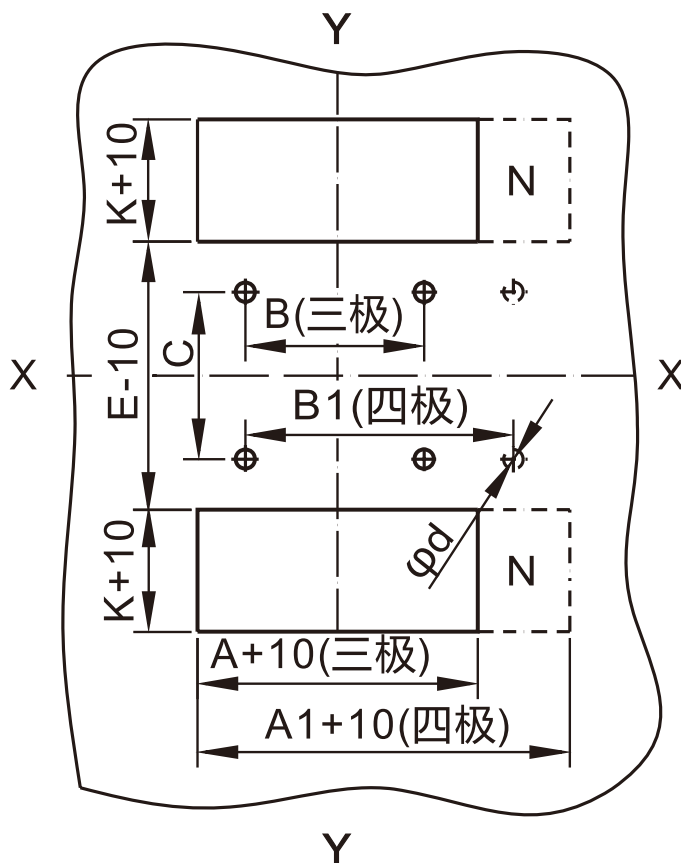

图12 RDM5系列插入式板后接线安装板开孔尺寸(单位:mm)
6.7 插入式板后接线安装板开孔尺寸见图12和表15(X-X、Y-Y为断路器中心)。